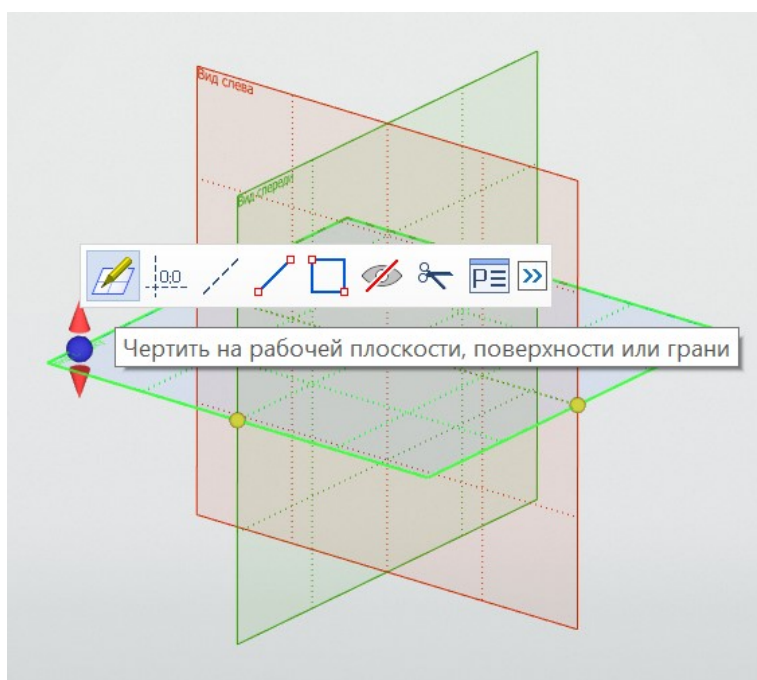

Рис. 31
3. Выделим нулевую плоскость «вид сверху» (синюю) щелчком мыши на ее внешнем контуре. Плоскость будет выделена ярким зеленым «флюоресцентным» цветом (рис. 31), а на экране появится «быстрая» кнопочная панель. В ней нажимаем первую кнопку слева.